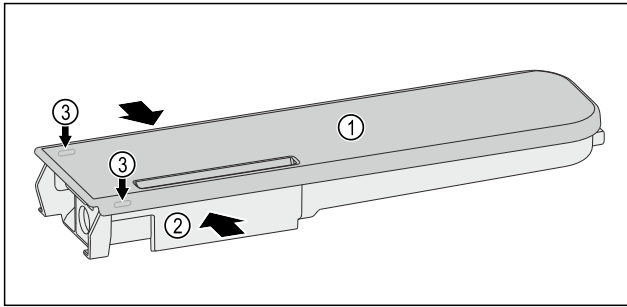

Fig. 145
- Wasserbehälter Fig. 145 (2) zusammendrücken und Deckel Fig. 145 (1) vorsichtig über die Rastnasen Fig. 145 (3) hebeln und hochziehen.
- Deckel Fig. 145 (1) leicht hin- und herbewegen und nach oben entnehmen.